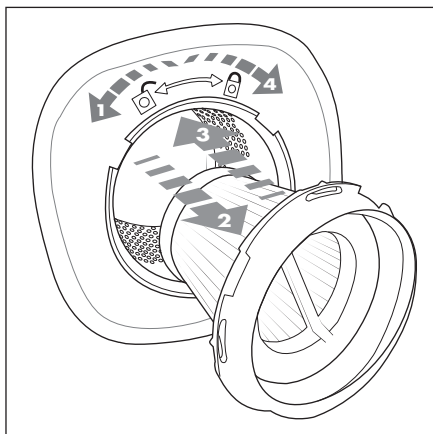

Fig. 5
- 3) Ruotare il filtro EPA **6** verso sinistra sul simbolo  (aperto) finché non si stacca emettendo un suono ed estrarlo dal filtro a grana grossa **7** (Fig. 5).
- 6) Reinserire prima il filtro a maglie grosse **7** e poi il filtro EPA **6**. Quando si inserisce il filtro EPA **6**, fare attenzione che le tre apposite rientranze sullo stesso **6** corrispondano alle tre sedi sul filtro a grana grossa **7**. Ruotare il filtro EPA **6** verso destra sul simbolo  (chiuso) finché non si innesta emettendo un suono (Fig. 5).